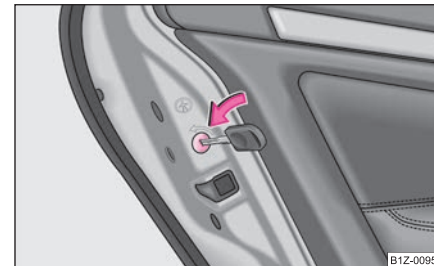

Fig. 25 Seguro para niños en las puertas traseras
- Gire con la llave del vehículo la ranura en la puerta trasera en sentido de la flecha ⇒ fig. 25.